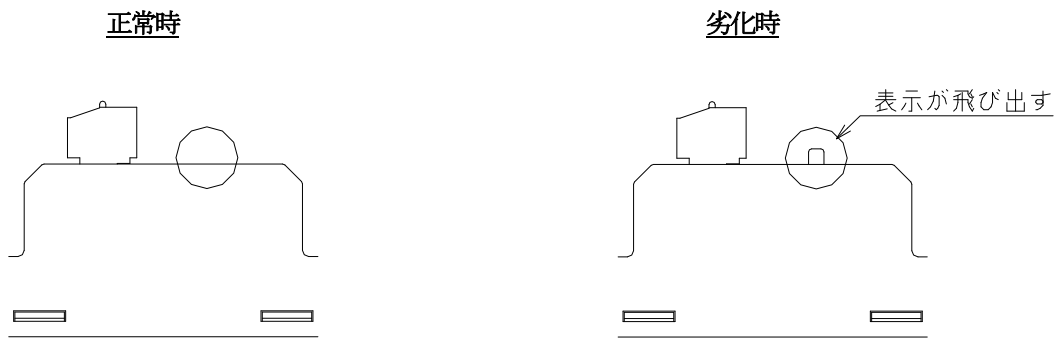

図 6
- (1) 目視により劣化表示部から赤い棒が飛び出ているか確認(図6を参照)。